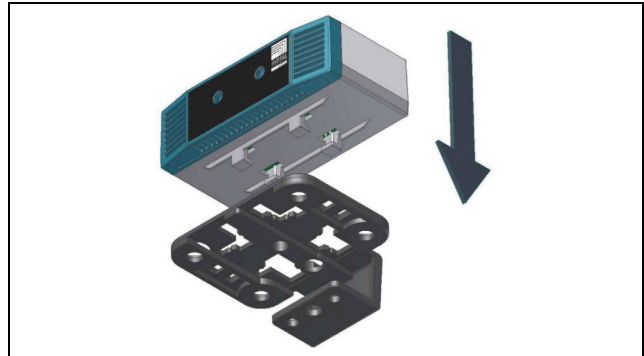
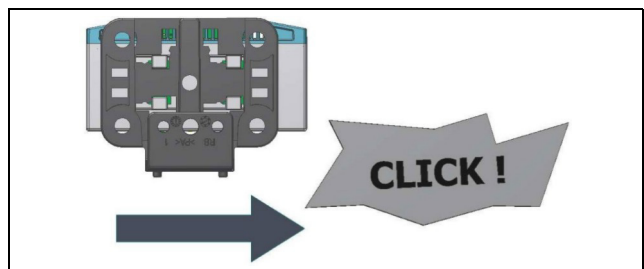

Abb. 2: Aufsetzen des Sensors auf den Halter
Abb. 3: Einrasten des Sensors auf dem Halter
- Setzen Sie dann den Differenzdrucksensor auf den Halter auf (Abb. 2) und rasten Sie ihn ein (Abb. 3).